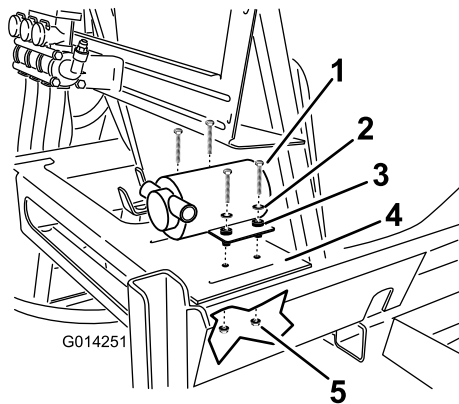

図 19
1. 図 19 に示すように、メインタンクの右後ろ側のプラットフォームで、タンクフレームにすすぎタンク用ポンプを取り付ける。
2. すすぎタンク用ポンプをフレームに固定するボルト 4 本、ワッシャ 4 枚、ロックナット 4 個を使用する 図 19。